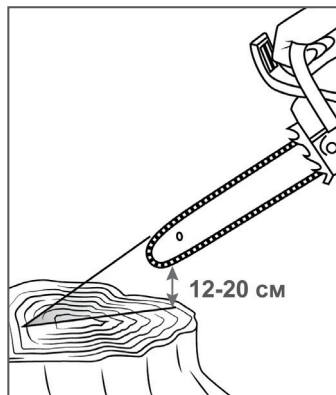

Рис. 14. Проверка подачи масла
2. Нажмите на рычаг газа и дайте двигателю поработать примерно 10-15 секунд на средних оборотах. Под шиной должен остаться четкий след от масла (Рис. 14).